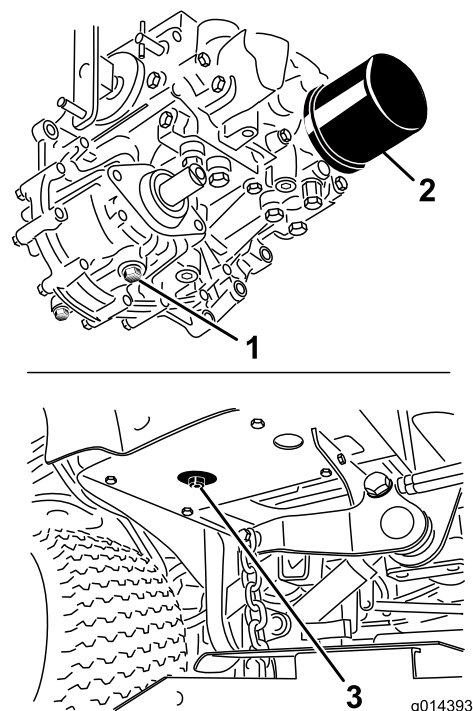

Figura 63
3. Coloque um recipiente grande sob o reservatório hidráulico e cárter da transmissão e retire os bujões, drenando todo o fluido hidráulico (Figura 63).
4. Limpe a zona em redor do filtro de óleo hidráulico e retire-o (Figura 63).